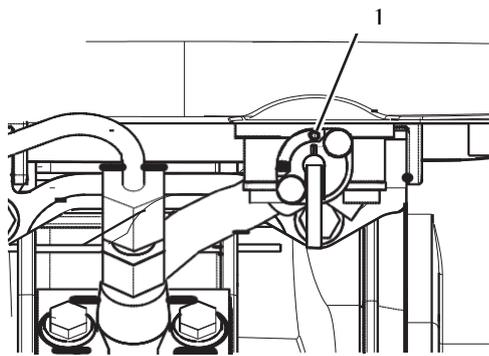

Figure 1
2. Assurez-vous que le robinet de carburant est sur la position MARCHE (ON) **(Figure 1, (1)).**